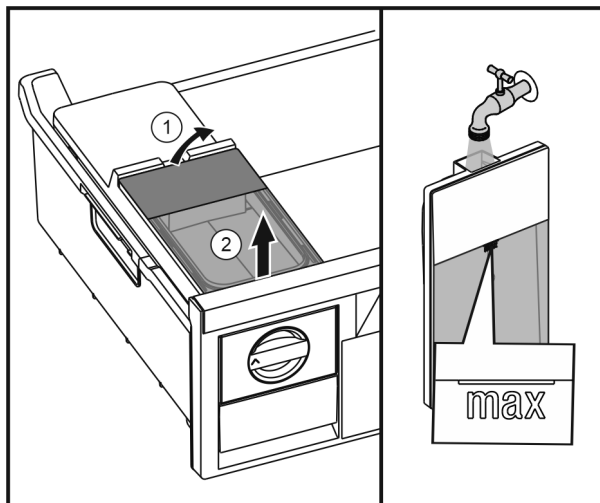

Fig. 30
- Soulever le réservoir d'eau depuis l'arrière Fig. 30 (1) et l'enlever vers le haut Fig. 30 (2).